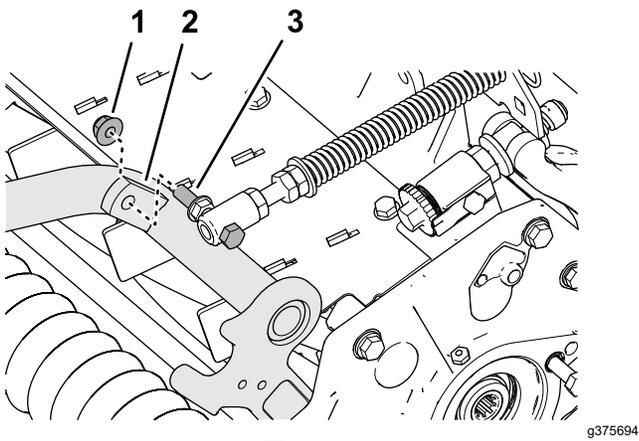

图 10
- 使用凸缘锁紧螺母 $\frac{3}{8}$ 英寸将草坪补偿弹簧的平头螺丝组装到承载架图 10 的右侧凸耳上。